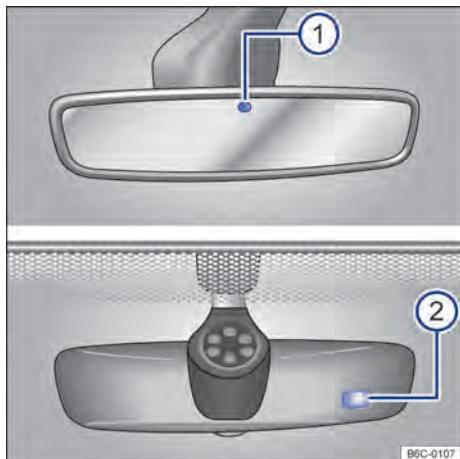

Fig. 79 No para-brisa: espelho retrovisor interno com antifuscante automático.
Com a ignição ligada, os sensores medem a incidência da luz por trás → Fig. 79 ① e pela frente ②.